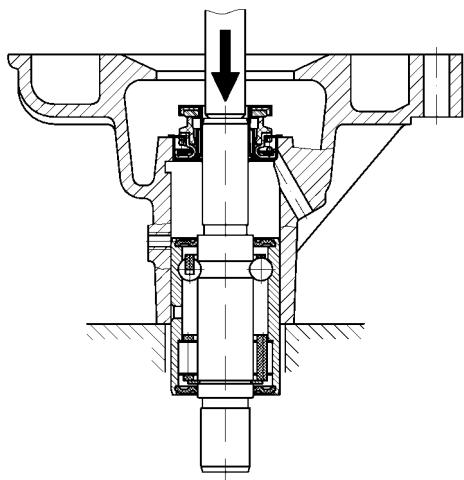

Рис. 134. Выпрессовка подшипника
- выпрессовать из корпуса подшипник (рис. 134). Выпрессовку подшипника производить на прессе или с помощью медной оправки. Для более легкой выпрессовки рекомендуется нагреть водяной насос до температуры плюс 80 °C;